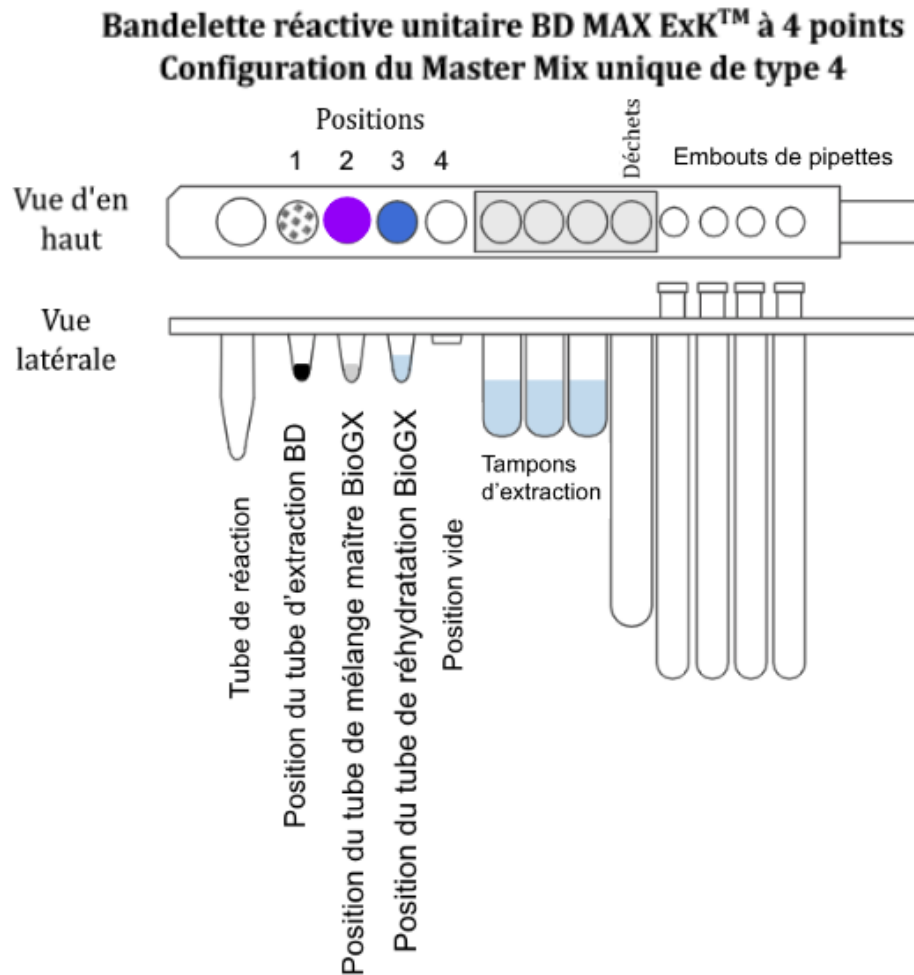

Figure 1 – Schéma des bandelettes réactives unitaires BD MAX™ ExK™ à 4 points
4. Placez un tube d'extraction BD MAX™ ExK™ DNA-2 à la position 1 (point 1) de chaque bandelette réactive unitaire (figure 1).